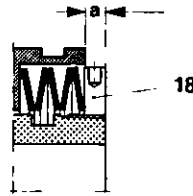

Bild 15
- Gewindestift (19) entfernen
- durch das Verdrehen der Nachstellmutter (18) Maß „a“ nach Bild 15 einstellen
- Einstellung eventuell korrigieren, bis ein Gewindeloch für Gewindestift (19) auf eine der 4 Nabennuten trifft.
- Gewindestift (19) in Nabennute eindrehen.